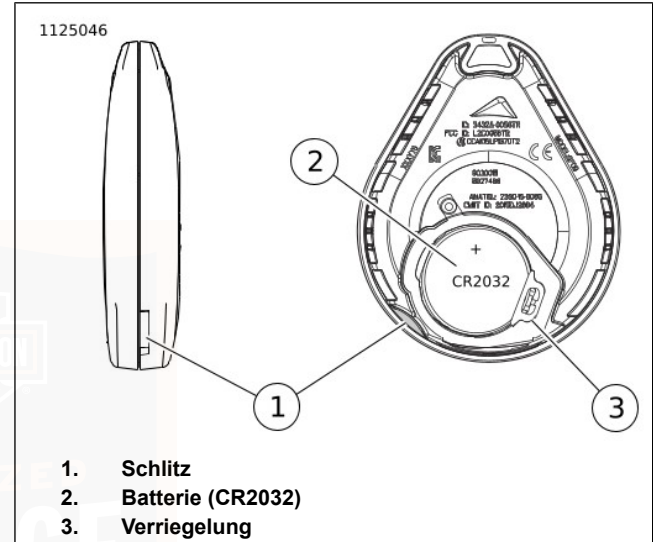

Abbildung 14. Schlüsselanhängerbatterie austauschen
- Siehe Abbildung 14. Die Seriennummer auf dem Schlüsselanhänger befindet sich auch auf der Innenseite des Schlüsselanhängers.
1. Siehe Abbildung 14. Zum Öffnen des Schlüsselanhängers den Schlitz (1) mit einem dünnen Gegenstand drehen.
2. Die Batterie (2) herausnehmen und gemäß den örtlichen Bestimmungen entsorgen.